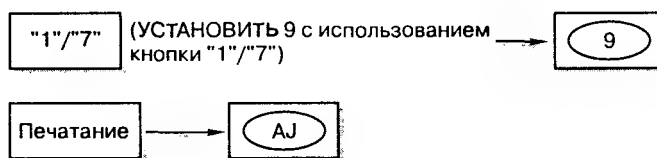

Рис. 8.15
4. Рис. 8.15. (УСТАНОВИТЬ 9 с использованием кнопки «1»/«7»)